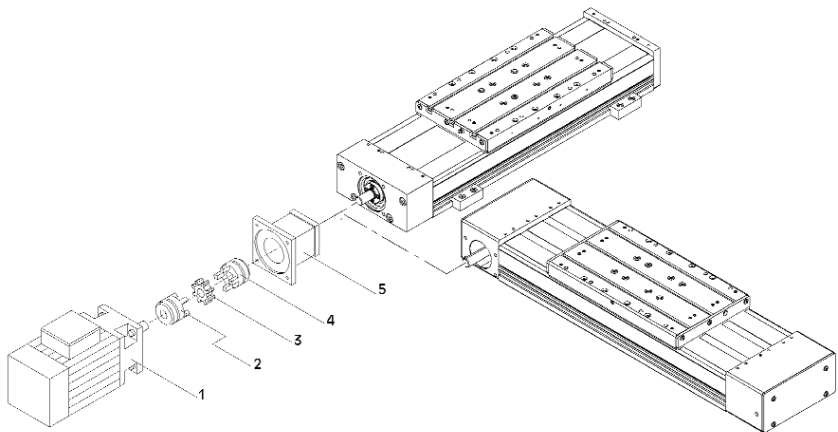

Bild 9
- Bild 9:** Den Motor (1) in Anbauposition neben die Lineareinheit legen.
- Kupplungshälfte (4) auf Antriebswelle der Lineareinheit schieben.
- Motorglocke (5) mit vier Schrauben am Festlagergehäuse (6) befestigen.
- Zahnkranz (3) auf Kupplungshälfte an der Lineareinheit schieben.
- Die zweite Kupplungshälfte (2) auf den Antriebszapfen des Motors montieren.
- Motor mit Kupplungshälfte mittels vier Schrauben an der Motorglocke (5) befestigen. Dabei ist zu beachten, dass keine axialen Druckkräfte auf die Motorwelle wirken. Gegebenenfalls ist der Abstand der beiden Kupplungshälften zu korrigieren.